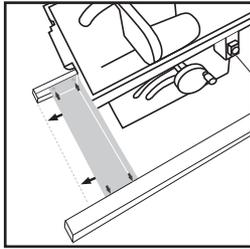

Fig. 1
- Allineare l'estensione del banco con l'estremità della guida a scorrimento posteriore. **(Fig. 1)**